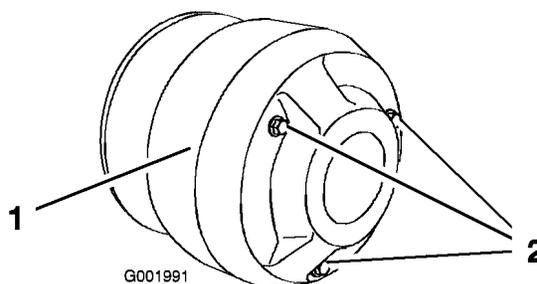

図 57
4. クラッチ・カバーのボルト（3本）を外してカバーを取る（図 57）。